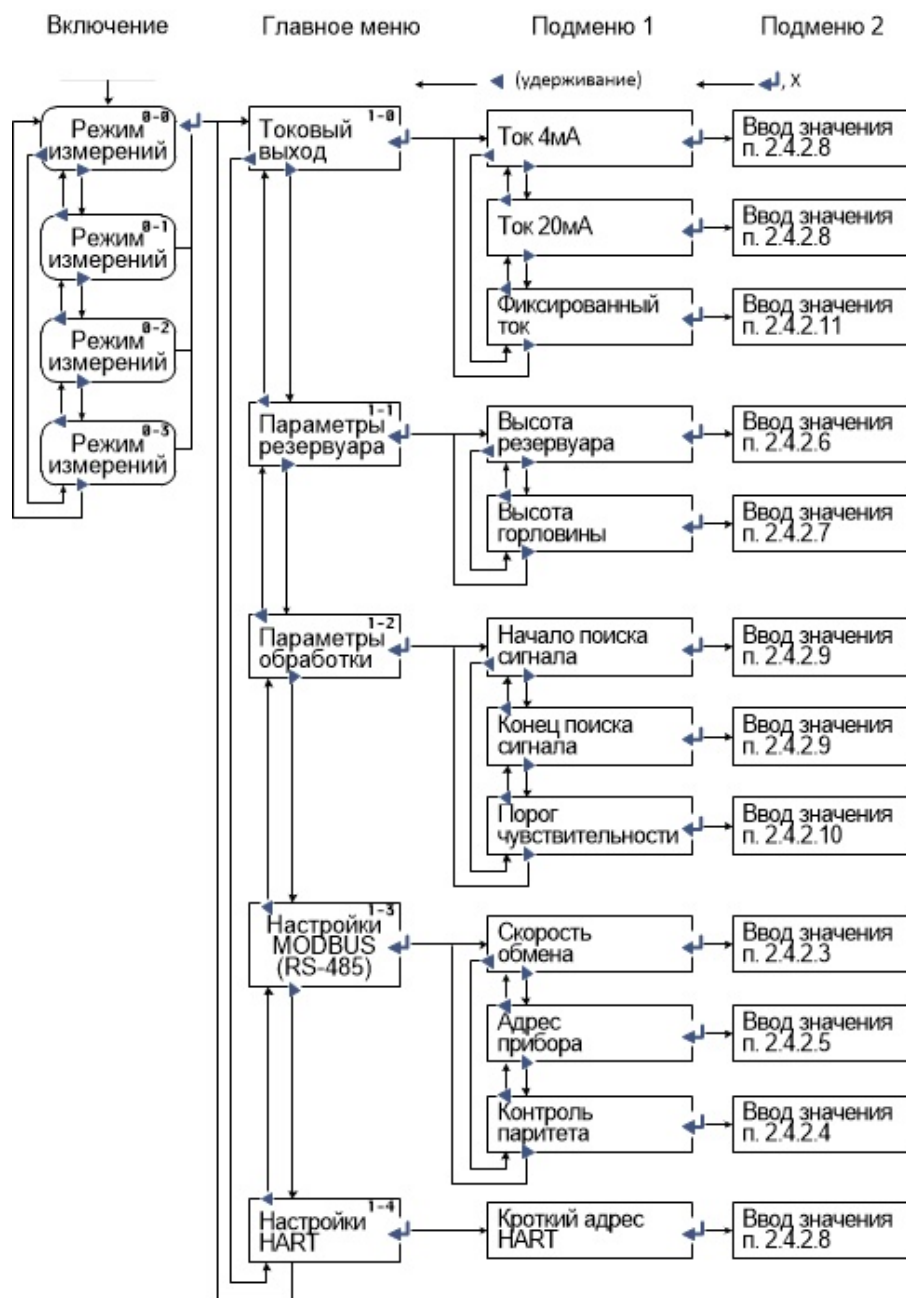

Рисунок 2.6 – Меню УР-31 (исполнение с индикатором)
2.5.2.1 Вход в меню выполняется нажатием кнопки «». На индикаторе УР-31 появится сообщение «Для доступа введите пароль» – запрос на ввод пароля (если был установлен пароль на редактирование параметров). Через 3 с или сразу после нажатия кнопки «» на индикаторе появляется окно ввода пароля (рисунок 2.6). Ввод пароля осуществляется в соответствии с п. 2.5.6.3.